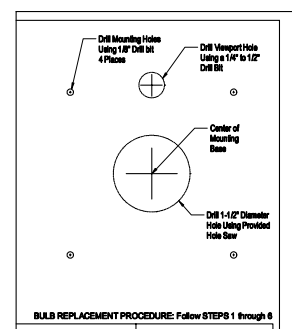

Figure 3
3. Percer des trous de 1/8 po de diamètre aux endroits indiqués sur le gabarit. (Se référer au gabarit, tel qu'indiqué à la Figure 3).
4. Pratiquer une grande ouverture sur le gabarit en utilisant une perceuse et la scie cylindrique fournie. (Se référer au gabarit, tel qu'indiqué à la Figure 3).
5. À l'aide d'un foret de 1/4 po à 1/2 po, percer le trou de regard, marqué sur le gabarit. (Figure 3)
6. Fixer le support du purificateur sur le plénum au moyen des vis à tôle fournies. (Se référer au gabarit, tel qu'indiqué à la Figure 3). **Ceci doit être serré afin d'activer construit dans la commande de sécurité.**